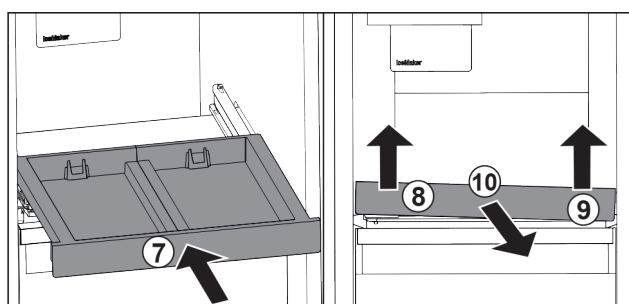

Fig. 82
- ▶ Skub udtrækshylden ind. Fig. 82 (7)
- ▶ Løft udtrækshylden foran i venstre side. Fig. 82 (8)
- ▶ Løft udtrækshylden foran i højre side. Fig. 82 (9)
- ▶ Tag udtrækshylden ud fremefter. Fig. 82 (10)